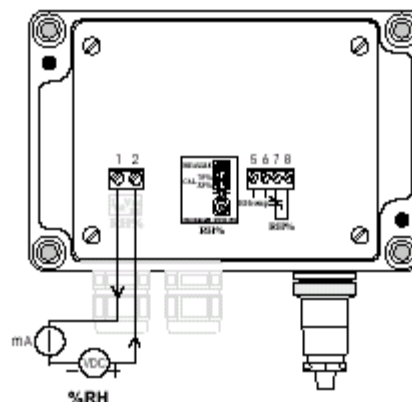

Fig. 3 Esquema de conexión para calibración del HD 2007T
• alimentar el instrumento como se muestra en los esquemas de conexión en la fig. 3 (HD 2007T...)